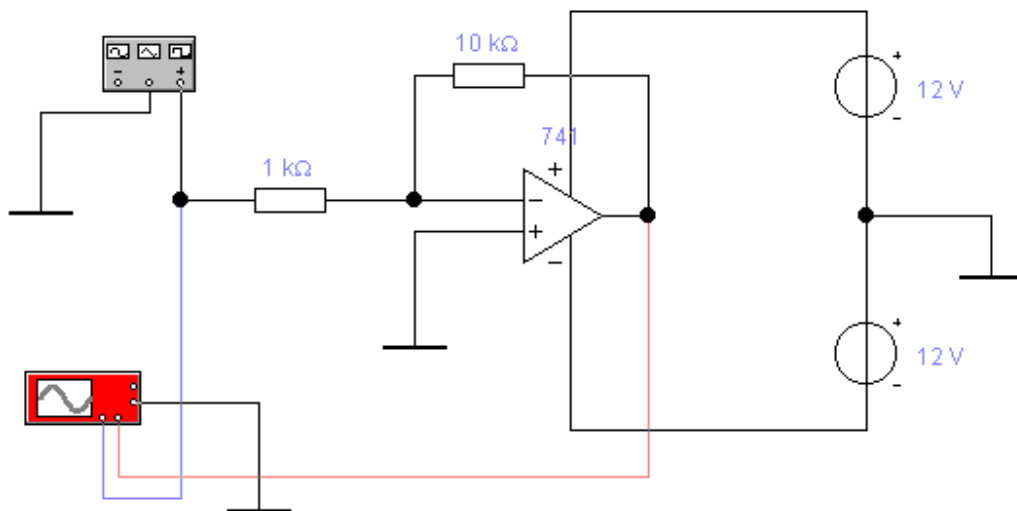

Рис. 1. Схема масштабирующего инвертирующего усилителя ограничителя и компаратора напряжения.
1. Собрать принципиальную схему масштабирующего инвертирующего усилителя рис. 1.